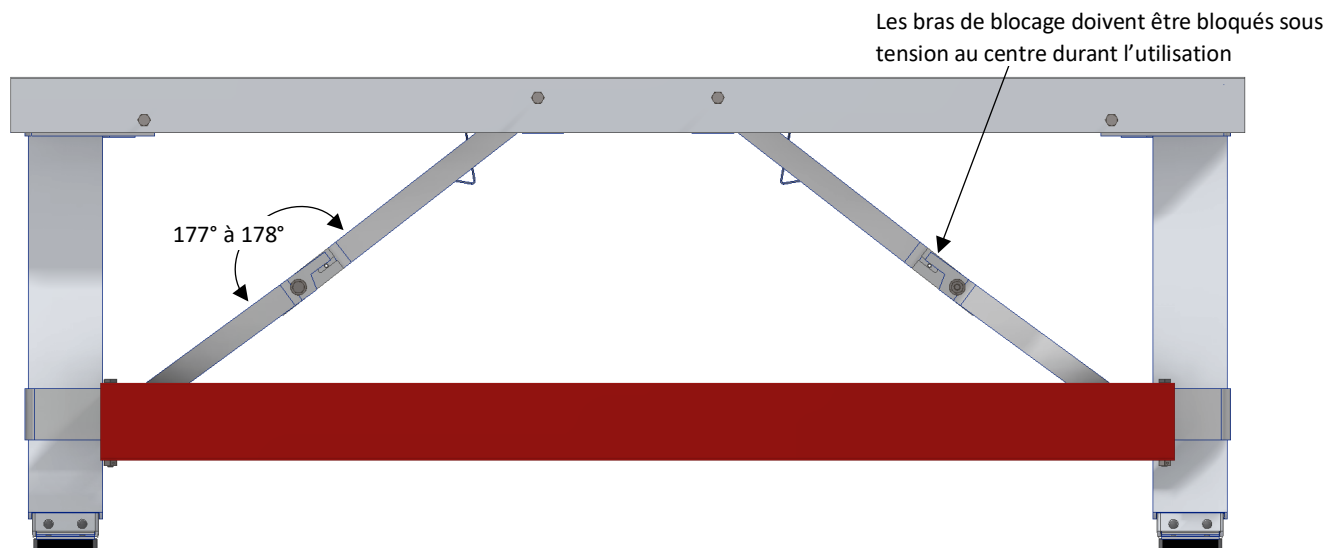

Figure 1
**AVERTISSEMENT :** LES BRAS DE BLOCAGE DU TRÉTEAU PLIANT EN ALUMINIUM WAL-BOARD® DOIVENT ÊTRE COMPLÈTEMENT ENGAGÉS ET BLOQUÉS AU CENTRE (VOIR FIGURE 1) AVANT DE TENTER D'UTILISER LE TRÉTEAU PLIANT EN ALUMINIUM WAL-BOARD®. SI LES BRAS DE BLOCAGE DU TRÉTEAU PLIANT EN ALUMINIUM WAL-BOARD® NE SONT PAS COMPLÈTEMENT ENGAGÉS ET BLOQUÉS AU CENTRE AVANT D'UTILISER LE TRÉTEAU PLIANT EN ALUMINIUM WAL-BOARD®, CELUI-CI PEUT S'EFFONDRE ET PROVOQUER DES BLESSURES GRAVES OU LA MORT.
7. Vérifier que, lorsque le bras de blocage est bloqué, il est sous tension au centre, comme illustré à la Figure 1.